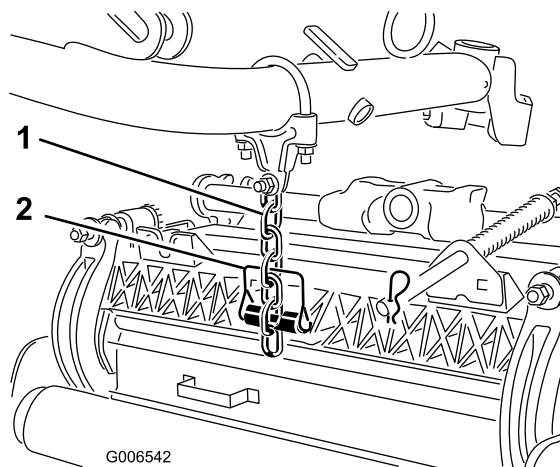

図 14
7. スナップ・ピンを使って、昇降アームのチェーンをカッティングユニットのチェーン・ブラケット (図 14) に、以下の手順で固定する。